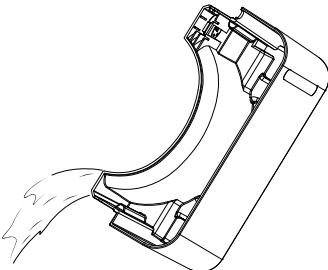

Abb. 3
- ◆ Entleeren Sie den Wassertank **4** in ein Spülbecken (siehe Abbildung 3) und setzen Sie den Wassertank **4** wieder in das Gerät ein. Das Gerät setzt den Betrieb mit dem zuvor gewählten Programm fort.